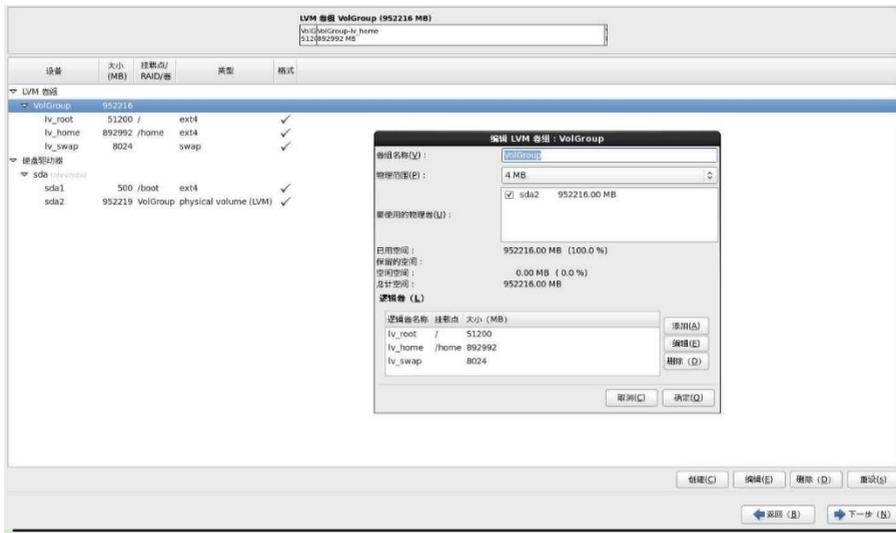

图 6-33
n. 本例中选择 Volgroup, 点击 edit 按钮, 进入 Volgroup 卷组的编辑过程。如图 6-33